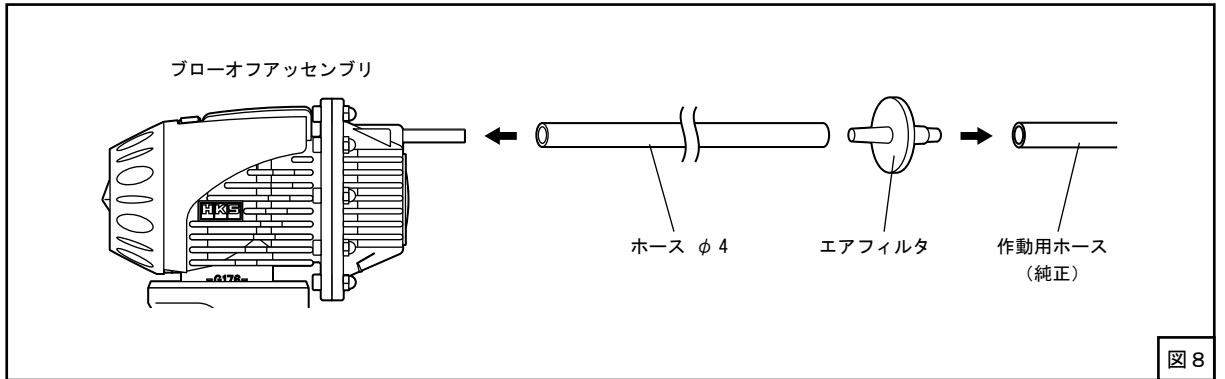
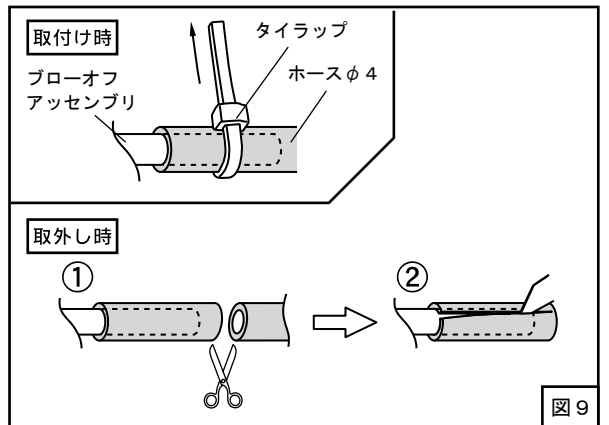

図 8
図 9
ホースφ 4 は適当な長さに(ある程度余裕を持たせて)切って使用してください。(図9)
- (6) ブローオフアセンブリのニップル部に取付けたホースφ 4 をタイラップ(小)で縛り、固定してください。(図8、図9)
ブローオフアセンブリを取外す時など、ホースφ 4 をブローオフアセンブリから抜く際は、タイラップを外した後、一度ホースφ 4 を切断し切り込みを入れてから取外してください。(図9)